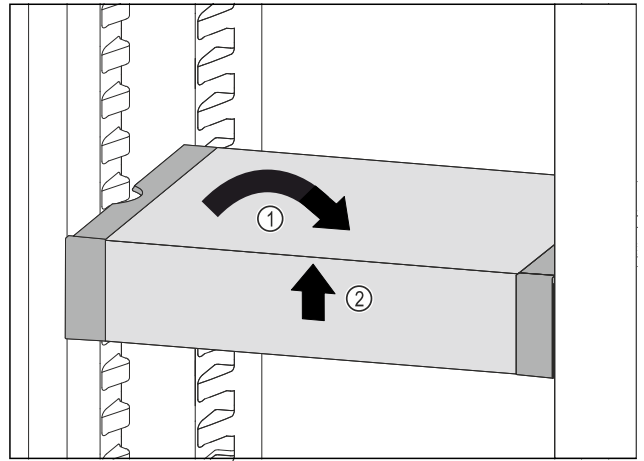

Fig. 105
- Collocare VarioSafe in maniera dritta. Fig. 105 (1)
- Sollevare VarioSafe dal lato anteriore. Fig. 105 (2)